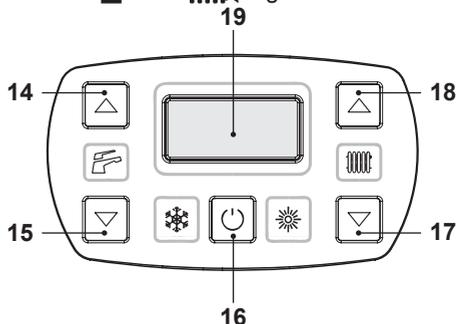

Figura 2.3
- Tenere premuto per 2 secondi il tasto 16 fino a far apparire sul display entrambi i simboli  e . Figura 2.3.